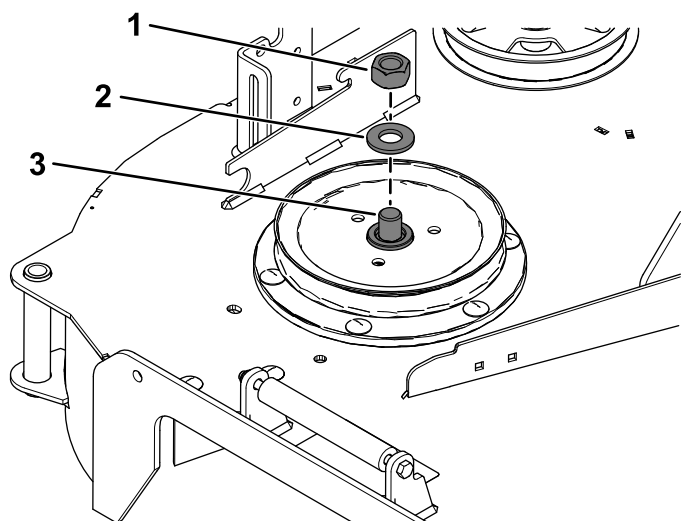

Figura 19
3. Utilize uma chave ($1\frac{1}{2}$ pol.) para segurar o eixo, à medida que retira a porca sextavada ($\frac{3}{4}$ pol.) e anilha do eixo (Figura 19).